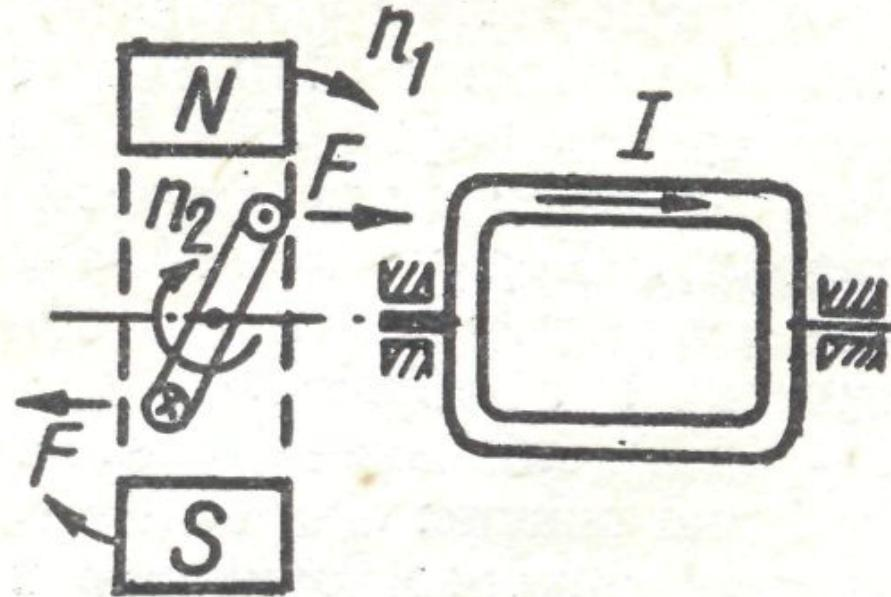

Рис. 18-2. Короткозамкнутый виток во вращающемся магнитном поле.
- Расположим во вращающемся магнитном поле укрепленный на оси замкнутый виток провода (рис. 18-2). Согласно закону электромагнитной индукции, в витке будет индуцироваться эдс ($e=Blv$). *Направление тока в витке, вызванного этой эдс, определим по правилу правой руки. Согласно закону Ампера, на проводник с током в магнитном поле действует сила $F = BIl$. Направление силы определим по правилу левой руки — она направлена в сторону вращения магнитного поля.*